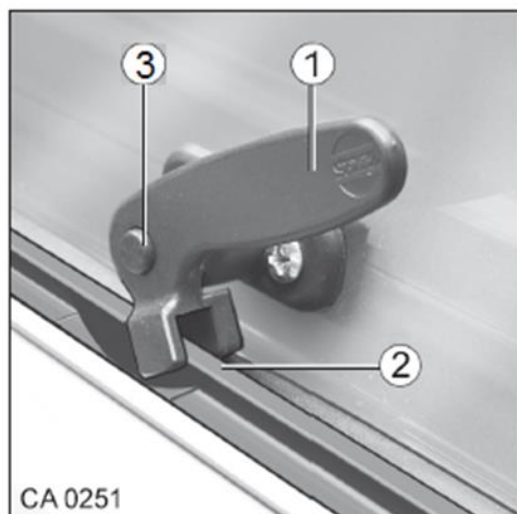

Fig. 52 Verrouillage des vitres orientables
1. Appuyer sur le bouton de blocage (Fig. 52/3) et le maintenir appuyé.
2. Placer le levier de verrouillage (Fig. 52/1) verticalement.
4. Tourner de nouveau la clé du levier de verrouillage (Fig. 52/1) en position initiale. Fermer le levier de verrouillage de manière à ce que celui-ci s'engage autour de l'entretoise de la vitre (Fig. 52/2).
5. Vérifier si le bouton de blocage n'est pas enfoncé, mais sécurise le levier de verrouillage (Fig. 52/1).